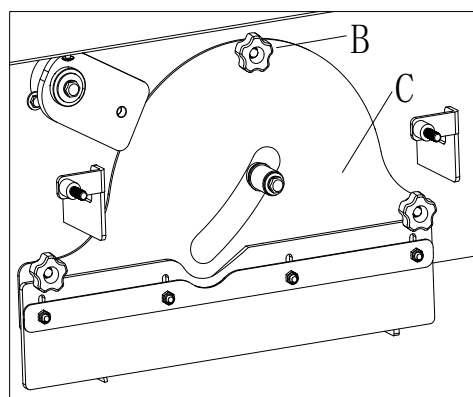

Figura 25
11. Coloque la tapa del compartimento del cepillo (C, Figura 25) apretando las perillas (B, Figura 25).